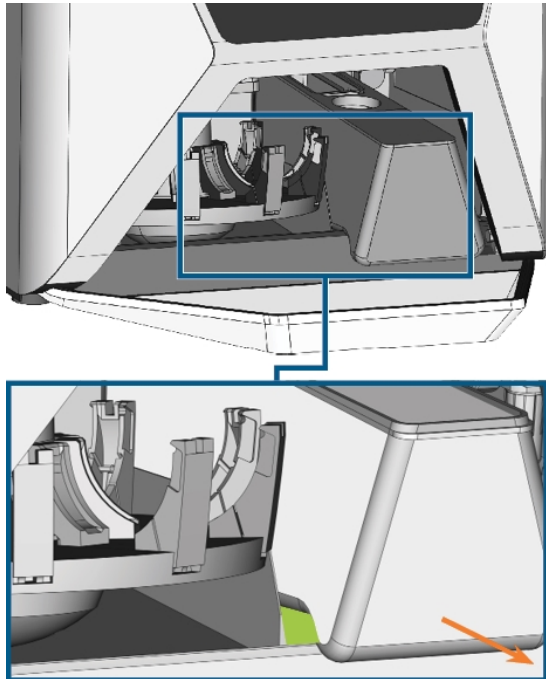

FIG. 37 RETIRAR EL DEPÓSITO DE LÍQUIDO REFRIGERANTE DEL COMPARTIMENTO COMBINADO; ASIR EL DEPÓSITO POR EL ÁREA VERDE
5. Extraiga el depósito de líquido refrigerante del compartimento en la dirección indicada por la flecha (↗ Fig. 37 en la página opuesta).